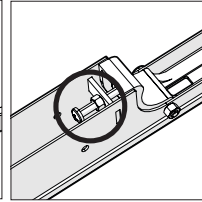

Fig. 8
- Lossa låsmuttern. (**Fig. 8**)